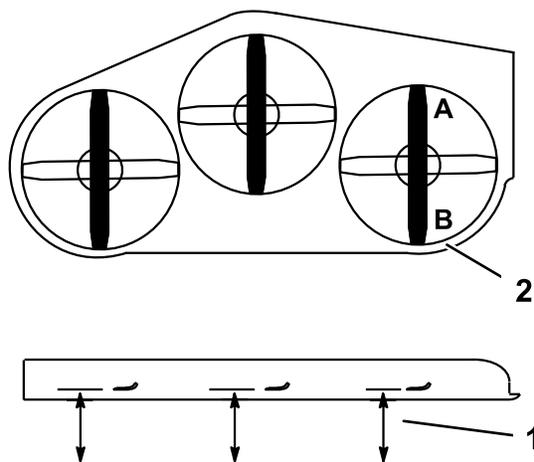

Рисунок 95
- Расположите один нож в продольном направлении. Измерьте высоту в точках **A** и **B** от горизонтальной поверхности до режущей кромки на конце ножа (Рисунок 95).